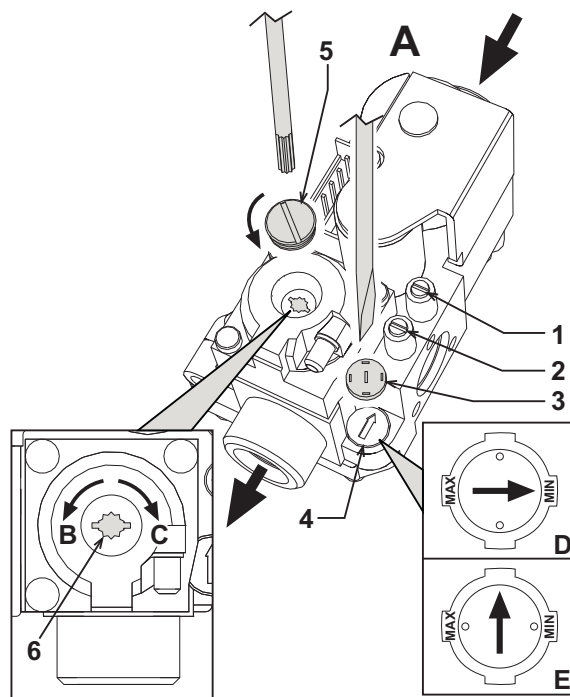

fig. 17 - Regolazione della pressione
Sulle caldaie ERA F è possibile regolare la portata termica del focolare e di conseguenza la potenza termica resa all'acqua di riscaldamento, agendo unicamente sulla regolazione del bruciatore principale, attraverso la valvola gas, (vedi fig. 17). I diagrammi di riportati al paragrafo cap. 5.2 indicano la variazione della potenza termica resa all'acqua al variare della pressione di funzionamento del bruciatore. Poter adeguare la potenza della caldaia alle effettive esigenze di riscaldamento, significa soprattutto ridurre le dispersioni e quindi risparmiare combustibile. Inoltre, con la variazione di potenza, regolamentata anche dalla normativa, le caldaie mantengono pressoché inalterati i valori di rendimento e le caratteristiche di combustione.
1. Con un piccolo cacciavite togliere il cappuccio di protezione 5 dell'operatore secondario della valvola a gas di fig. 17.
2. Collegare un manometro alla presa di pressione 2 (fig. 17) posta a valle della valvola gas, ruotare la manopola del termostato caldaia sul valore massimo.
3. Regolare la pressione a mezzo della vite 6 (fig. 17) al valore desiderato, avvalendosi dei diagrammi riportati al paragrafo cap. 5.2.
2. Togliere dalla valvola gas il piccolo cappuccio di protezione 3 (fig. 17). Con un piccolo cacciavite regolare lo "STEP" d'accensione per il gas desiderato (**G20-G25** posizione **D** fig. 17 oppure **G30-G31** posizione **E** fig. 17); rimettere quindi il cappuccio.
- Sfiatare l'aria presente nelle tubazioni del gas per mezzo della presa di pressione 1 della valvola gas (fig. 17).